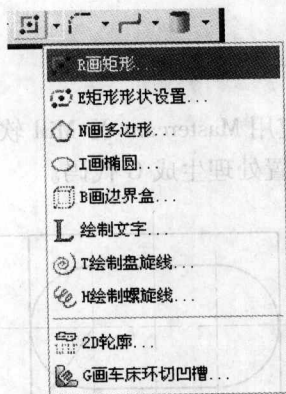
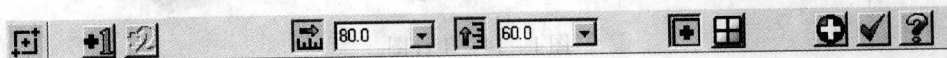
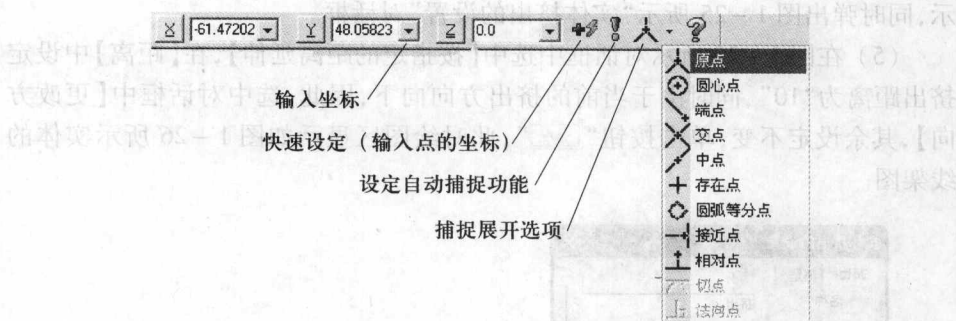

图 1-17 选择画矩形工具条
图 1-18 设置矩形的数值
图 1-19 设置矩形的中心点坐标
(4) 单击如图 1-17 所示草图工具条中画矩形图标“”右侧小箭头,在弹出的展开菜单中选择“ R 画矩形...”。此时在工具栏中弹出如图 1-18 所示设置矩形数值对话框。在该对话框中将宽度“”设为“80.0”,将高度“”设为“60.0”,单击选择矩形中心按钮“”使其选中。
(5) 单击如图 1-19 所示光标捕捉坐标点工具条中“”右侧小箭头,在展开菜单中选择“ 原点”,此时在绘图区画出如图 1-20 所示矩形。单击图 1-18 中的按钮“”,关闭画矩形对话框。
提示: 如图 1-19 所示,输入矩形中心坐标点的方法有多种,既可采用键盘输入,也可采用捕捉方式输入。